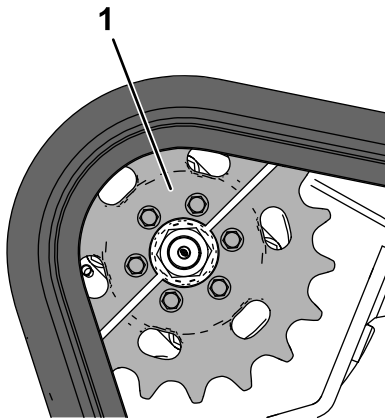

Bild 60
2. Stellen Sie die Maschine auf einer ebenen Fläche ab, achten Sie darauf, dass nur eine Kettenradhälfte in die Kette eingreift (Bild 60).